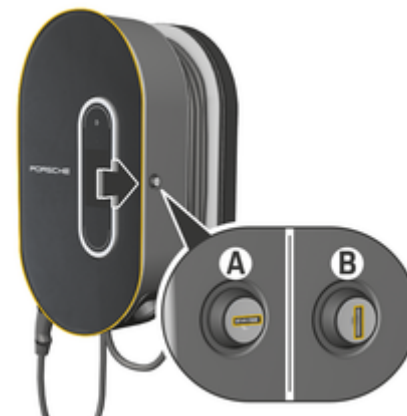

Fig. 18: Borne de recharge
- ▶ Tournez la serrure dans la position **A** (Fig. 18).
- ▶ Tournez la serrure dans la position **B** (Fig. 18).